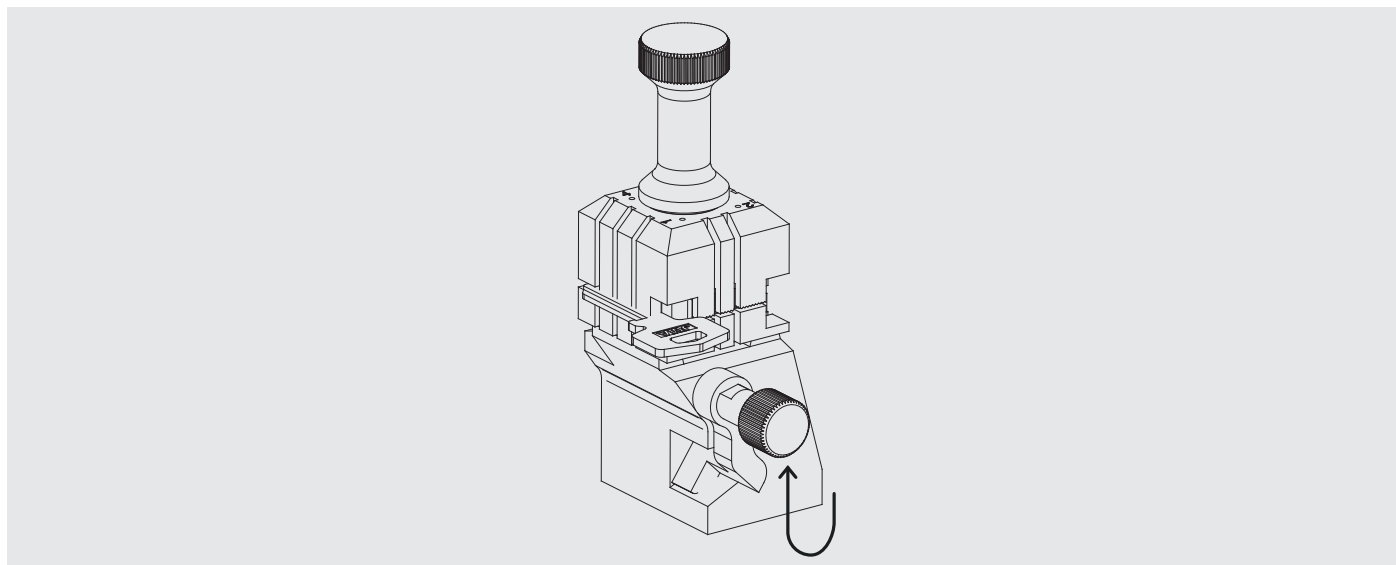

Fig.14
1. Tope cuello(C): Es el más común. El tope de la llave se realiza mediante tope mecánico de la mordaza. (Fig.14)
1. Shoulder stop (C): This is the most common. The key is stopped mechanically by the clamp itself. (Fig. 14)